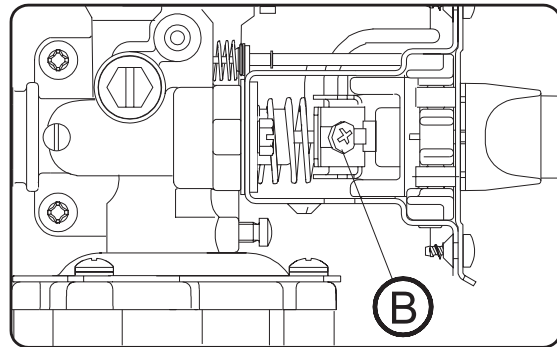

Fig. 8
Ajustar el mínimo de gas actuando sobre el tornillo (B) (Fig.8) de acuerdo con la tabla de conversión del juego de conversión.